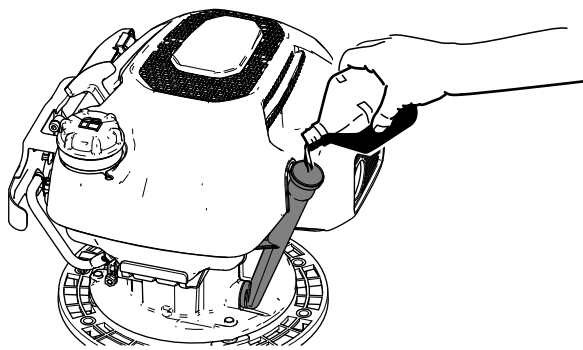

Figura 15
3. Verta lentamente o óleo do motor especificado para o tubo de enchimento de óleo (Figura 15) e aguarde 3 minutos.